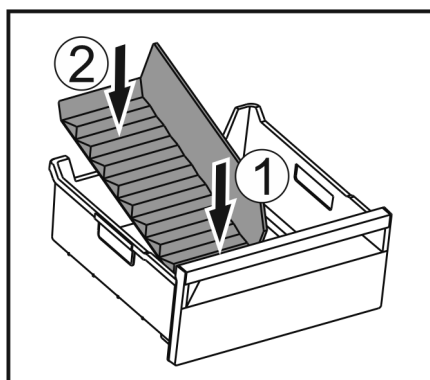

Fig. 196
- Vložte přední část přepážky přihrádky na led. Fig. 196 (1)
- Zadní část přepážky přihrádky na led spusťte až na dno zásuvky. Fig. 196 (2)